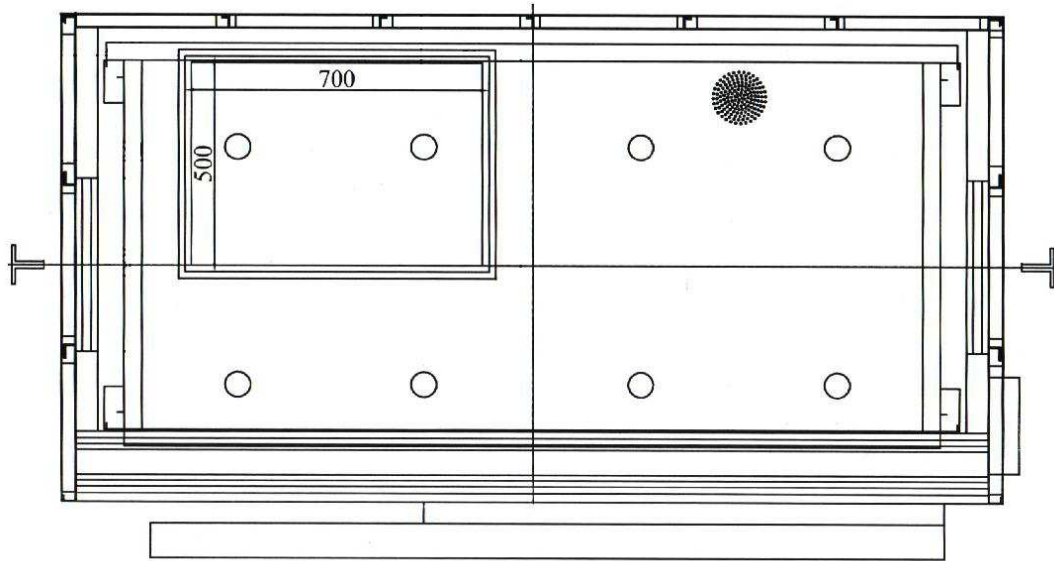
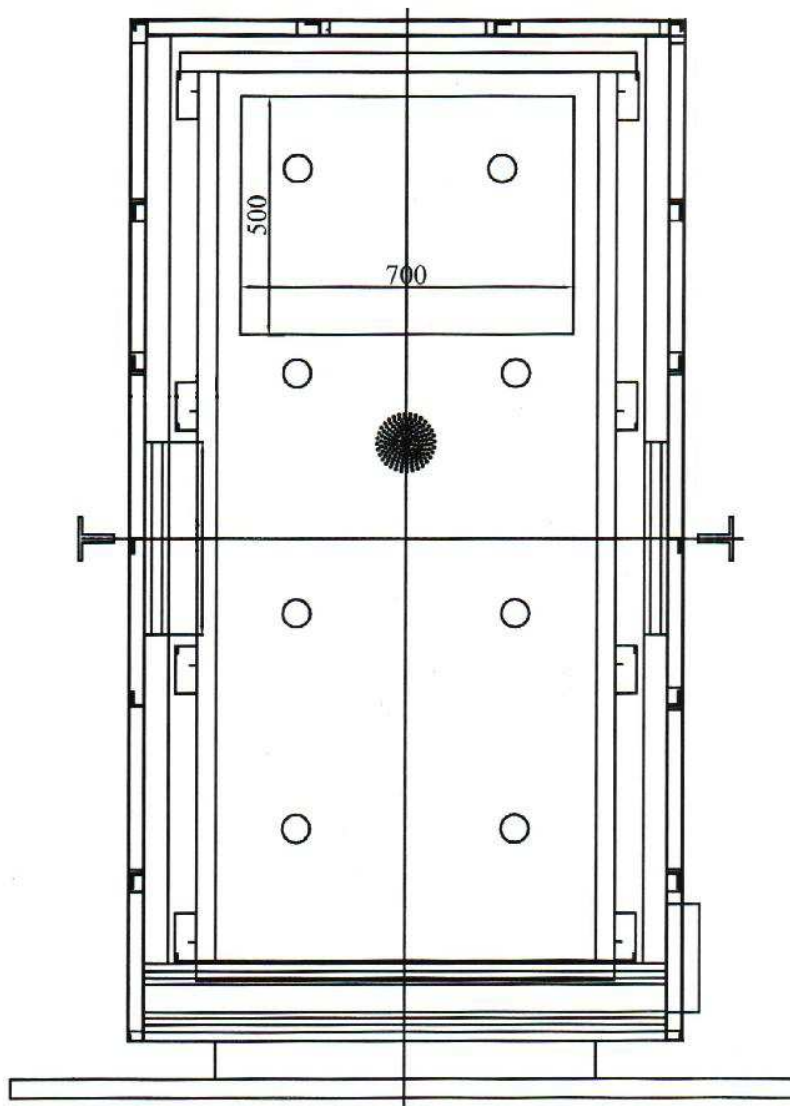

Рис.1.
Рис.2.
3. Все кабины для перевозки пожарных подразделений оборудованы аварийным люком размером 500x700 мм (или 400 x 500) (рис.1, рис.2) Люк открывается наружу.